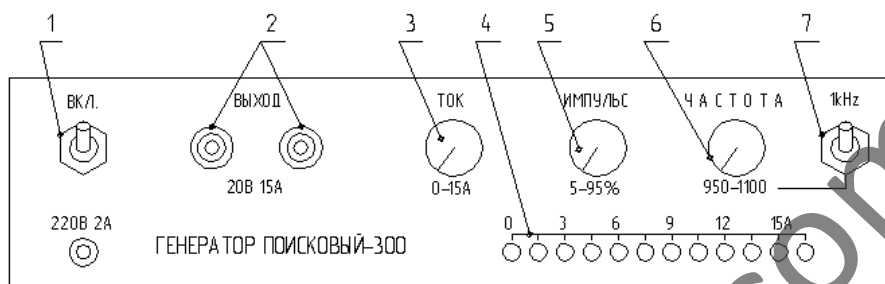

Рис.7. Лицевая панель генератора.
Амплитуда первой гармоники выходного тока регулируется схемой обратной связи по току ручкой «Ток» на лицевой панели генератора. Это позволяет изменять импульсную максимальную мощность в нагрузке генератора от нуля до максимума. Среднее за период сигнальной частоты значение тока в нагрузке отображается дискретно с шагом 1.5 А светодиодами линейной шкалы генератора 4 (рис.7).
Частота выходного импульсного сигнала генератора выбирается переключателем 7 (рис.7). В положении переключателя «1кГц» выходная частота определяется задающим генератором схемы, предварительно настроенным точно на 1000 Гц. В нижнем положении переключателя 7 частота устанавливается ручкой 6. Это позволяет подстроить генератор под частоту любого приемника из комплектов трассоискателей или кабелеискателей, работающих в диапазоне 1 кГц, по максимуму принимаемого антенной приемника сигнала.
8.2. Конструктивно генератор собран в унифицированном пластмассовом прямоугольном корпусе. Все органы управления и индикации расположены на лицевой панели прибора (рис.7). Заднюю стенку корпуса занимает радиатор.
При включении генератора тумблером питания 1 (рис.7), должен загореться крайний левый «нулевой» светодиод линейной шкалы 4 индикатора выходного тока. Ручкой регулятора тока устанавливается ток в нагрузке от нулевого до максимального значения (15 А). Следует учитывать, что генератор представляет собой регулятор тока с напряжением холостого хода около 20 В, поэтому максимальный выходной ток можно получить только, если общее сопротивление между клеммами генератора не превышает 1.5 Ом. Ручкой 5 «Импульс» устанавливается желаемая скважность тока и средняя мощность в нагрузке. Генератор рассчитан на длительную работу при максимальной выходной мощности в нагрузке до 300 Вт. При длительной работе генератор следует располагать в положении, обеспечивающим свободный доступ воздуха к радиатору на задней стенке, который может нагреваться до 50°C.